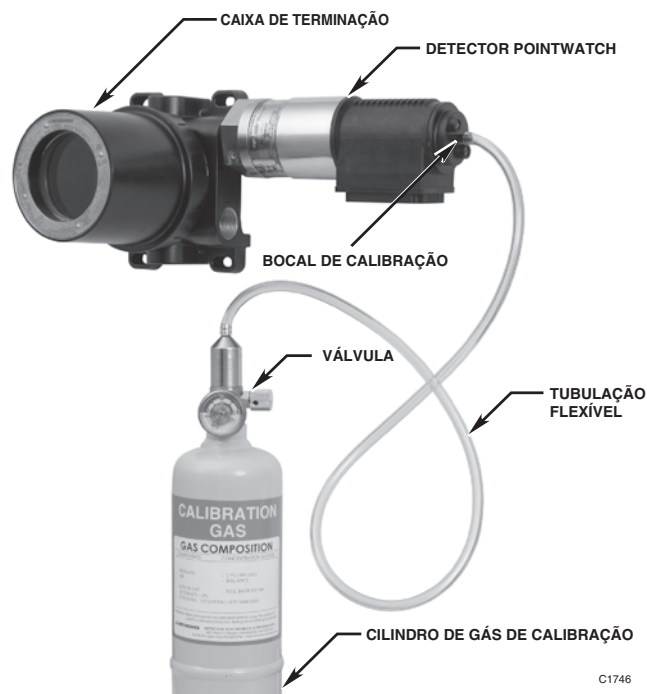

Figura 25 — Configuração de calibração do detector PIR9400 de aço inoxidável
5. Conecte o cilindro do gás de calibração, a válvula e a tubulação ao bocal de entrada direta, como mostra a Figura 24 (modelo de alumínio) ou a Figura 25 (modelo de aço inoxidável), ou ao bocal da proteção contra vento, dependendo do método usado.
6. Aplique o gás de calibração a 50% LFL ao detector. Faça isso abrindo a válvula do cilindro do gás de calibração (veja a Figura 24 ou a Figura 25). Recomenda-se uma taxa de fluxo de 2,5 por minuto.
4. Conecte o cilindro do gás de calibração, a válvula e a tubulação ao bocal de entrada direta, como mostra a Figura 24 (modelo de alumínio) ou a Figura 25 (modelo de aço inoxidável), ou ao bocal da proteção contra vento, dependendo do método usado.
5. Aplique o gás de calibração a 50% LFL ao detector. Faça isso abrindo a válvula do cilindro do gás de calibração (veja a Figura 24 ou a Figura 25). Recomenda-se uma taxa de fluxo de 2,5 por minuto.